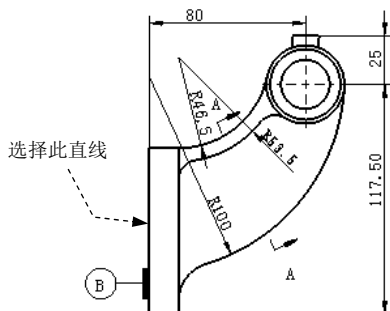

图 6.13.18 标注基准符号
Task9. 添加图 6.13.18 所示的基准特征符号
Step3. 放置基准特征符号。选取图 6.13.18 所示的边线放置基准特征符号。